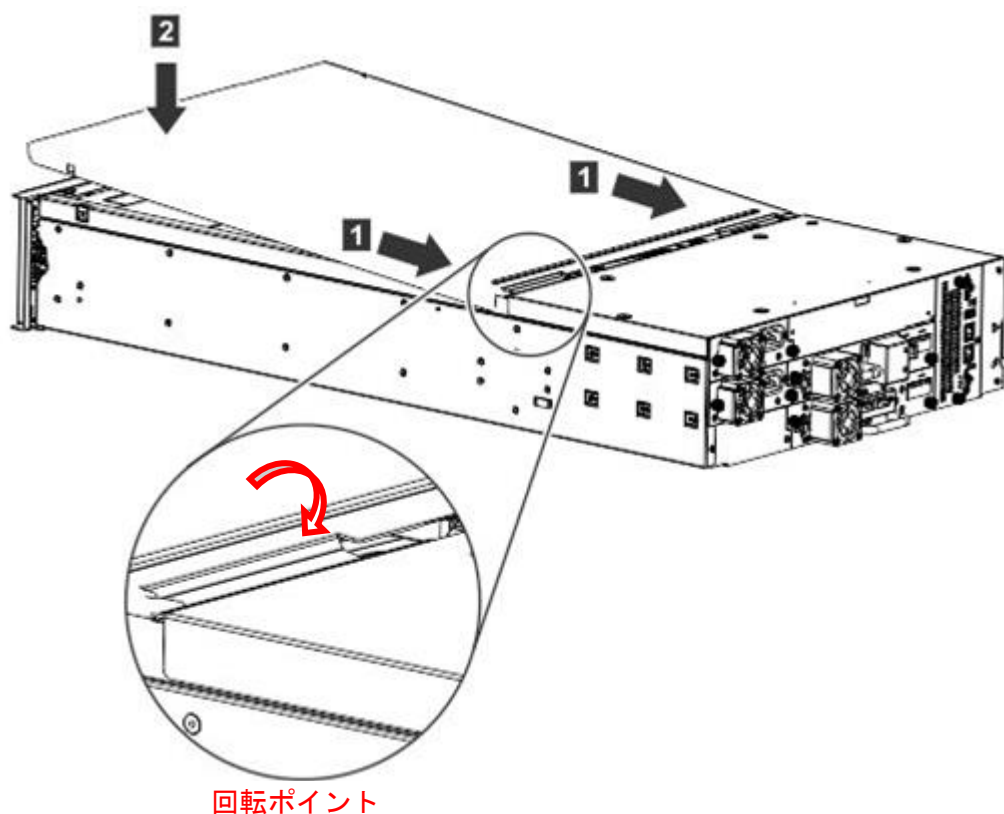

図 1-21 上部カバーの前部を下げる
- B) 上部カバーの前部を約 12 cm 持ち上げたままで、カバー後部を、開口部の後方にある拡張モジュールの回転ポイント(図 1-21の拡大されている箇所)にかみ合わせます。